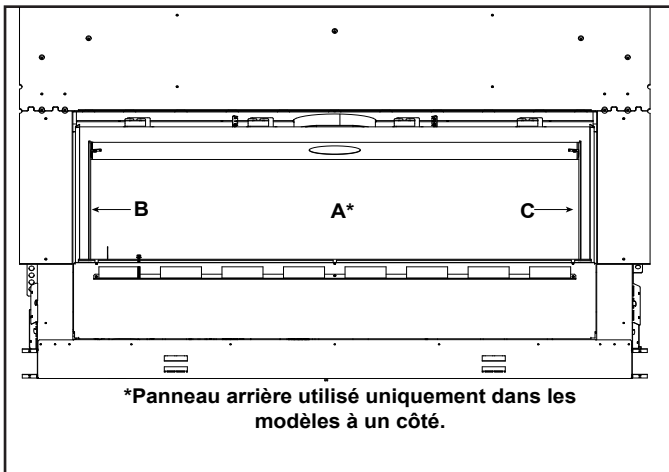

Figure 11.3 Disposition des panneaux de verre
1. Remettez en place le panneau de verre, étiqueté A à la figure 11.3, sur la boîte à feu, le côté lisse du verre orienté vers l'extérieur. Insérez le support de fixation par la fente intérieure de l'écran thermique de la boîte à feu. Alignez le trou existant de l'écran thermique avec le trou le plus près du pli du support et fixez en place à l'aide d'une vis.
4. Installez le panneau de verre de gauche, identifié par la lettre « B » à la figure 11.3, en le glissant en place à partir de l'avant. Pendant l'installation, appuyez fermement sur le panneau contre le côté de la boîte à feu.
1. Placez le panneau de verre latéral de gauche, étiqueté par la lettre B à la figure 11.3, dans la boîte à feu avec la face lisse orientée vers l'extérieur.